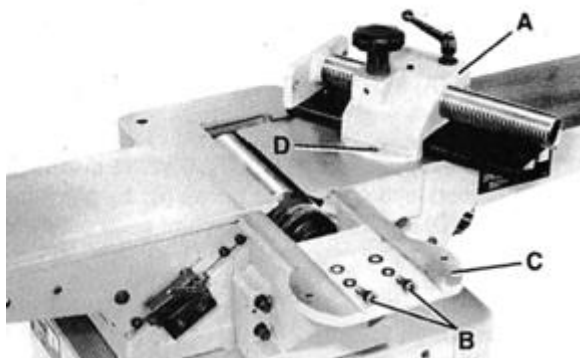

Рис. 11 Установка салазок
Закрепите салазки (А) – Рис. 11 на защите шкива режущей головки/установочном кронштейне салазок (С) с помощью двух шестигранных винтов М8 х 20 мм, стопорных шайб и плоских шайб (В) посредством отверстий в салазках, одно из которых представлено на (D).